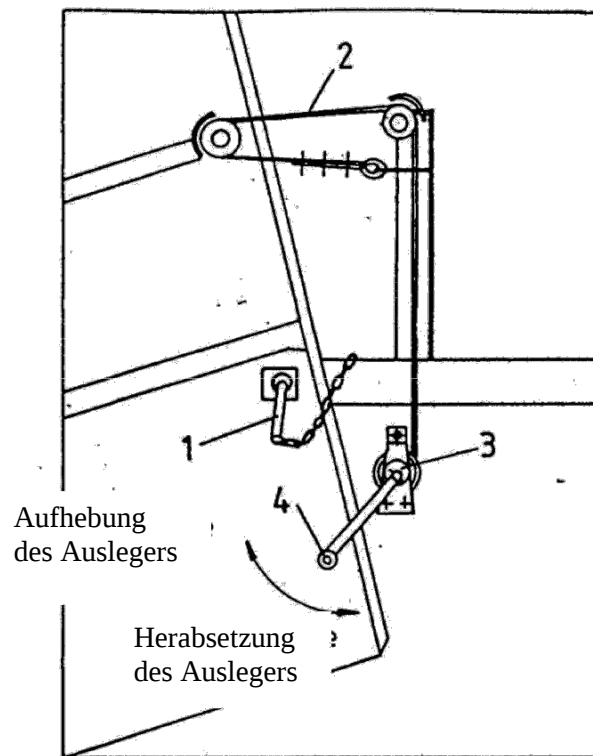

Abb. 14 Zusammenbau des Speichers
3. Den Speicherausleger herabsetzen. Den Querriegel 1 (Abb. 14) herausnehmen, anschließend den Ausleger durch Drehen der Aufzugskurbel 4 herabsetzen, dabei die Aufzugsklinken 3 nicht heben.